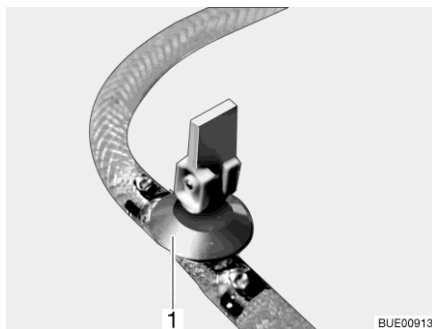

Fig. 151 Robinet de vidange (avec levier à bascule)
- Ouvrir tous les robinets de vidange. Placer pour ce faire le levier à bascule du robinet de vidange (Fig. 151,1) à la verticale.